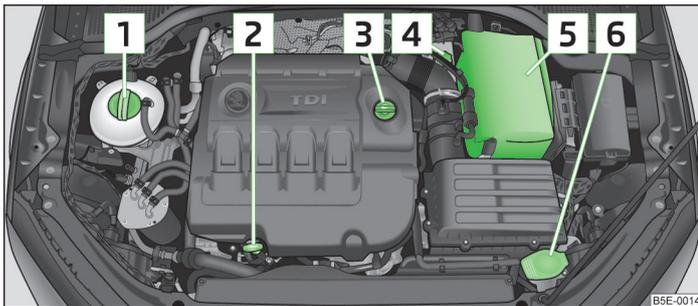

Abb. 148 Prinzipdarstellung: Motorraum
- Den Deckel der Motoröleinfüllöffnung abschrauben » Abb. 148 auf Seite 177.